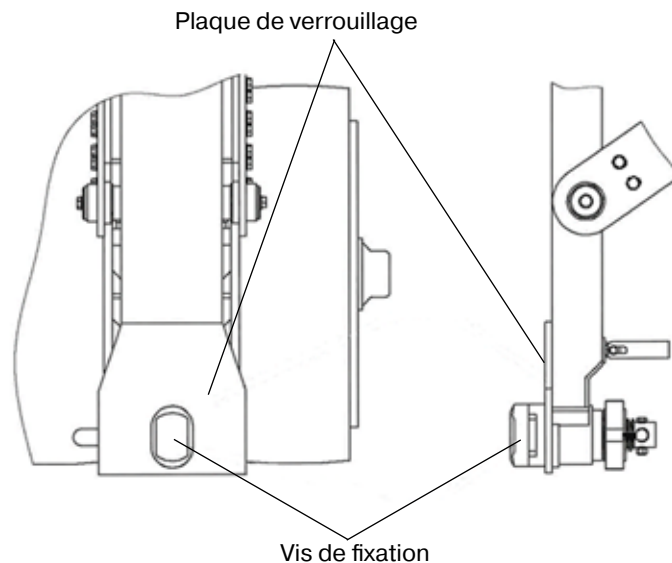

Figure 6 Vis de fixation
5. Alignez la vis de fixation par rapport à l'emplacement ovale de l'angle ISO du conteneur. (La poignée Twist-Lock doit se trouver en position horizontale) Figure 6.